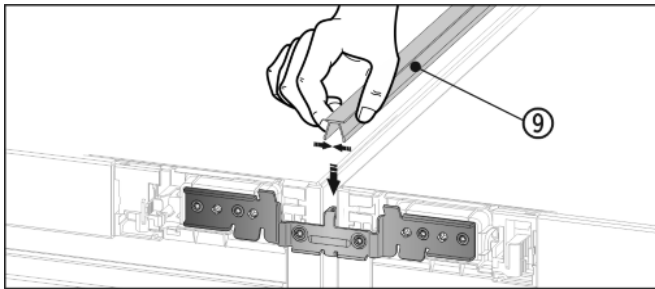

Fig. 13
- ▶ Sur le côté supérieur, pousser la baguette Fig. 13 (9) courte dans la fente horizontale.